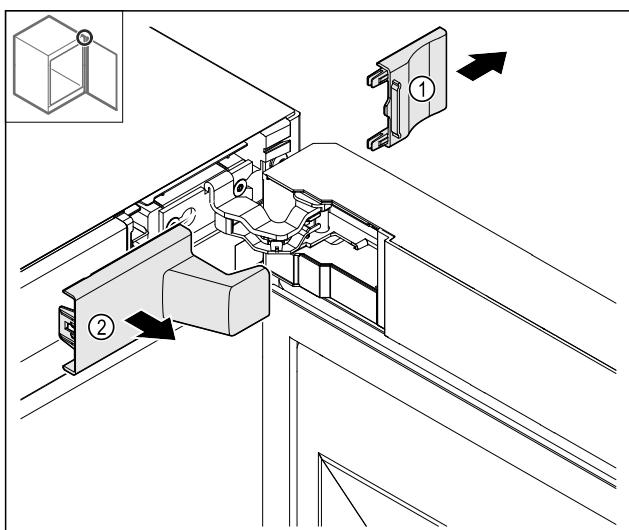

Fig. 14
- ▶ 移除盖板 Fig. 14 (1)和 Fig. 14 (2)。